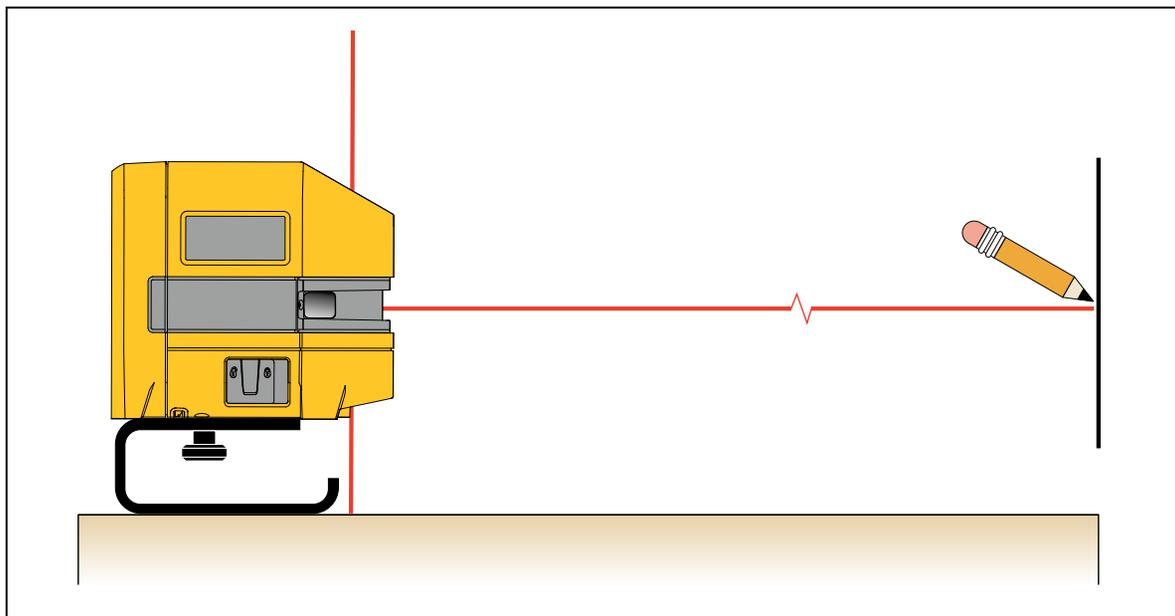

Figura 2. Novo alinhamento horizontal ou diagonal
2. Ligue o produto e aponte o laser na direção da área alvo. Veja a Figura 2.